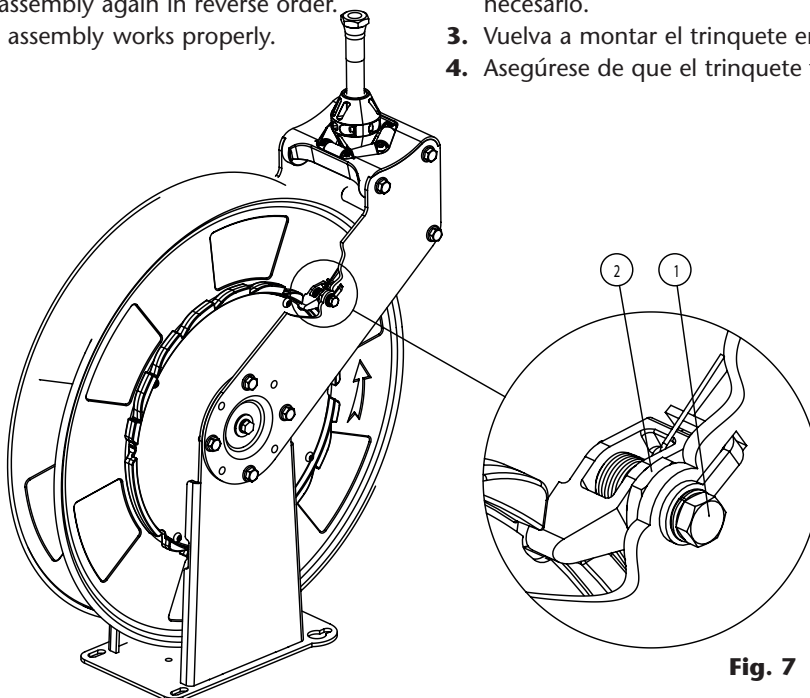

Fig. 7
1. With the hose fully wound on the spool and the hose stopper touching the rollers, remove the screws (1) (fig. 7) holding the nut (2) (fig. 7). Then remove the ratchet assembly.
1. Con la manguera enrollada y el tope manguera apoyado en los rodillos de salida, desenrosque el tornillo (1) (fig. 7), haciendo contratuercas en (2), y retire el conjunto trinquete.